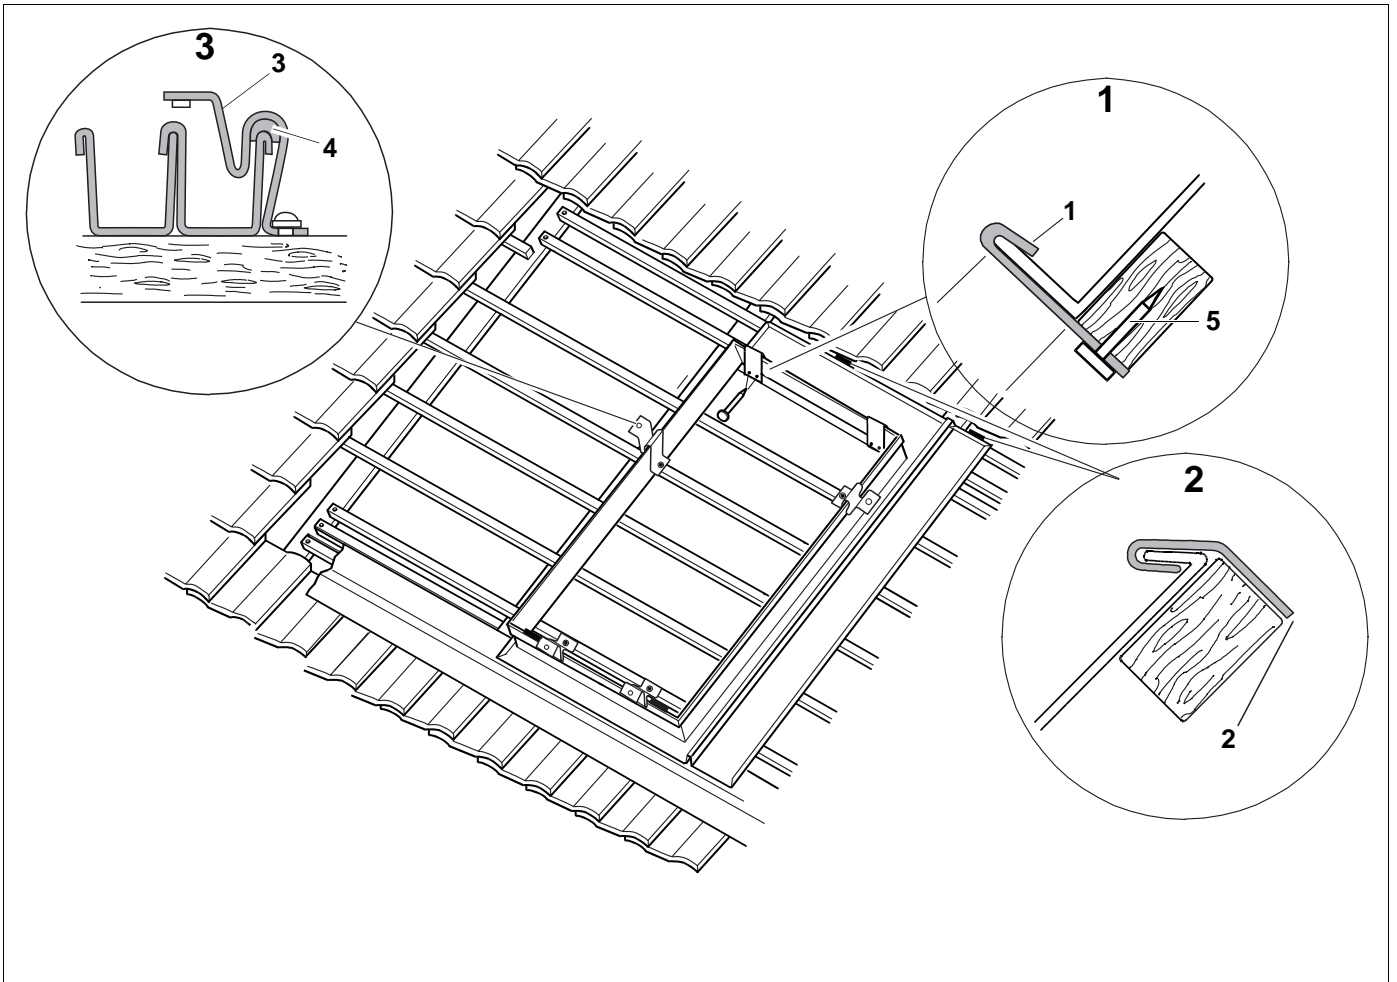

Abb. 10 Befestigen der Eindeckrahmen und Kollektorhalter
- Mitgelieferte Hafter in Umkantung des Eindeckrahmens oben und unten je 2 mal innen einstecken und festnageln oder schrauben (Abb. 10, Pos. 2). Bei Warmdächern (stark isoliertes Dach, z.B. mit Styropor-Formteilen) einen Dachdecker hinzuziehen.
- Hafter (Positionierhilfe) in äußere Umkantung des seitlichen Abschlussprofils und Eindeckrahmen einschieben und an der Dachlatte aufhängen (Abb. 10, Pos.1 + 2).
- Zur Abdichtung schneiden Sie vom quadratischen Dichtband ein ca. 10 cm langes Stück ab und legen es in die Mulde des Kollektorhalters ein (Abb. 10, Pos. 4).
- Schrauben Sie die Kollektorhalterungen mittels der beiliegenden Holzschrauben im oberen Drittel des Eindeckrahmens rechts, links sowie unten innen auf die Dachlatte (Abb. 10, Pos. 3).